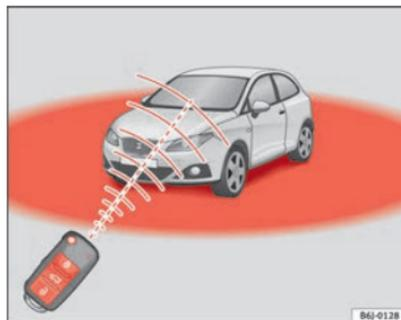

Fig. 46 Périmètre d'action de la radiocommande
D'autre part, le témoin de la pile de la clé \Rightarrow fig. 46, clignotera.
- La radiocommande fonctionne uniquement lorsque vous vous trouvez dans son périmètre d'action => fig. 46.